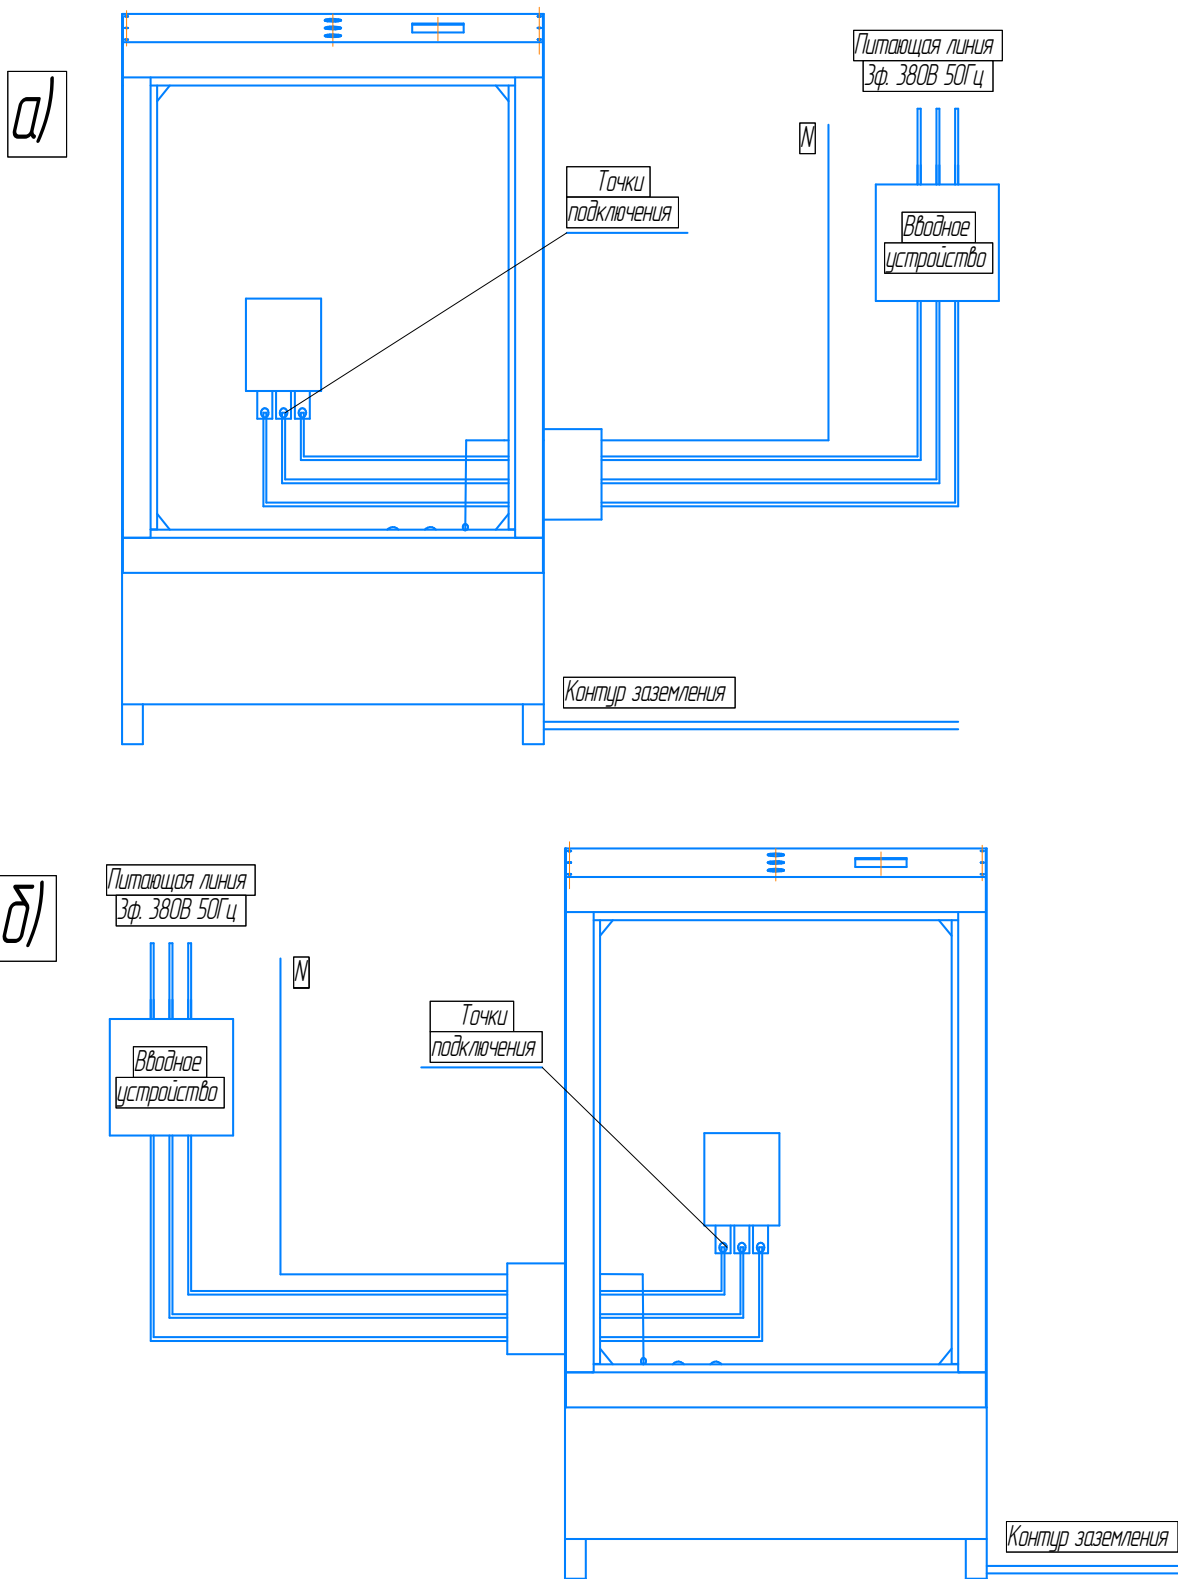

Рисунок 5: Схема подключения парогенератора к питающей электрической линии
3.2.11. Выполните заземление парогенератора рис. 5. Произведите подключение парогенератора по ПУЭ и ПТЭЭП согласно схемы (рис. 5). Подключение питающей линии возможно с левой и с правой стороны электрошкафа парогенератора. Проверьте надежность подсоединения проводов к электрооборудованию.